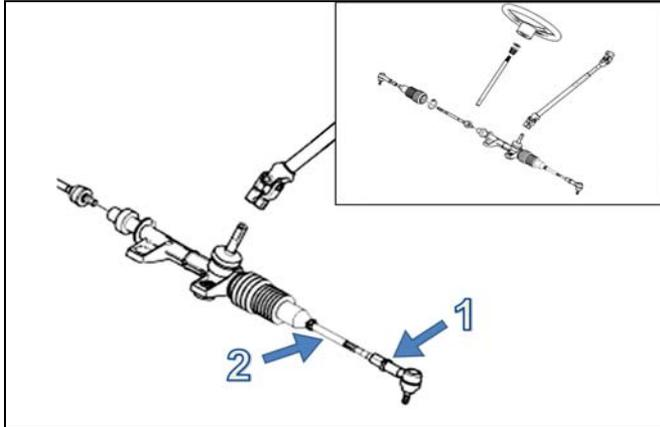

Figure 17
Pour effectuer l'ajustement sur le VTU, premièrement débloquer l'écrou (1) de chaque tige d'accouplement de la direction (2), visser ou dévisser ensuite la tige d'accouplement (2) d'un nombre de tours égal des deux côtés du véhicule. Voir la Figure 17.
*NOTA: Lors du déblocage de l'écrou (1) de chaque tige d'accouplement de la direction (2), certains écrous ont des filets inversés, assurez-vous de déblocquer l'écrou dans le bon sens.*